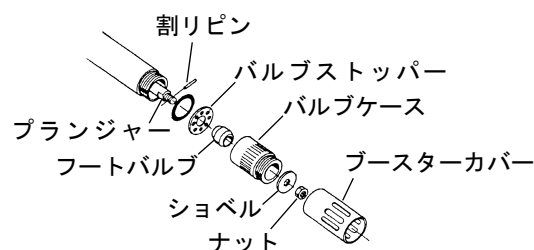

Fig. 11
- 4) エアモーターボディ部またはフランジ部をバイスに固定し、ブースターカバーにパイプレンチをかけてねじ戻し取り外してください（Fig. 11）。
- 5) プランジャー（プランジャー組立の一部）先端の割ピンを抜き、ナット、ショベルを取り外してください（Fig. 11）。
- 6) 同様に、バルブケースにパイプレンチをかけてねじ戻し取り外し、バルブストッパー、フートバルブを取り外してください（Fig. 11）。